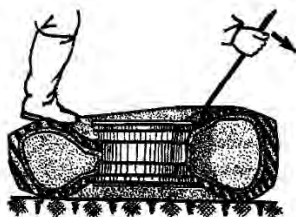

Рис. 135.
8. Придерживая большую лопатку в таком положении, отступить от нее на 50—100 мм, вставить среднюю лопатку так, чтобы она захватила закраину обода и, нажимая лопаткой вниз, завести борт покрышки за закраину обода. Очень важно при этом одновременно нажимать ногой на покрышку, а заправленную часть борта покрышки утопить в ручей обода — это значительно облегчит монтаж (рис. 135). Монтаж заканчивать у вентиля одновременно двумя лопатками.